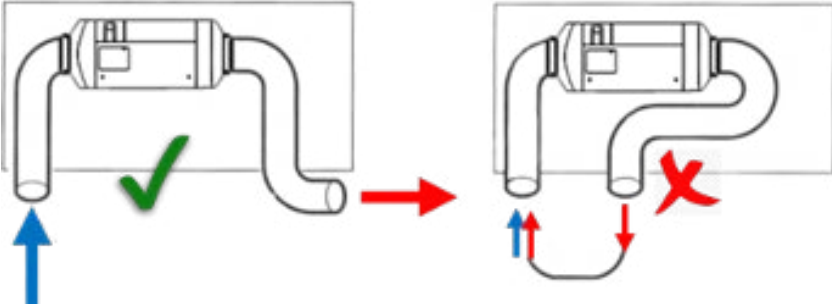

Fig. 29
- Evite los cortocircuitos en el circuito de aire de calefacción (fig. 29). Esto puede provocar que el sistema se apague debido al sobrecalentamiento causado por el aire de calefacción excesivamente caliente.